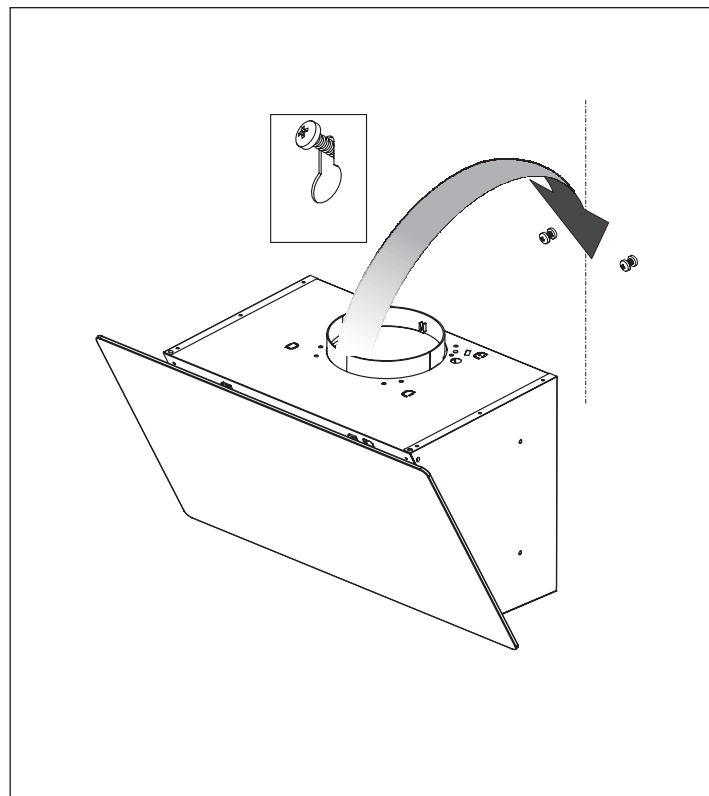

Рис. 7
6. Навесьте корпус вытяжки на стену (рис. 7).